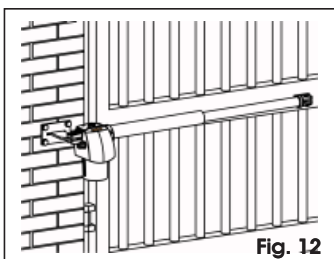

Fig. 12
- ⚠** L'operatore G-BAT è disponibile in versione destra e sinistra. L'operatore deve essere sempre posizionato come indicato in Fig. 12. Per operatore destro si intende l'operatore che, guardando il cancello dal lato su cui viene installato l'operatore, si trova a destra dell'anta (o sull'anta di destra nel caso d'applicazioni a due motori). Di conseguenza il motore che si trova a sinistra (o sull'anta di sinistra) viene identificato come operatore sinistro.